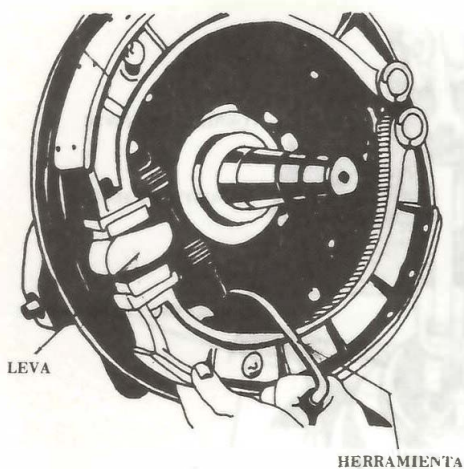

Fig. 7- Remoción o instalación del resorte de retroceso de las zapatas
- 8º Instale el resorte de retroceso de las zapatas (fig. 7).